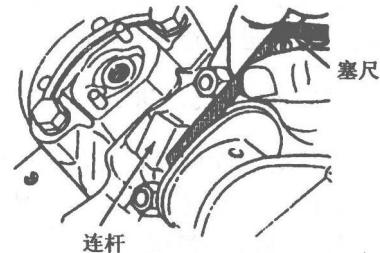

图 2-9 连杆侧隙检查
(7) 连杆侧隙检查。检查连杆侧隙时，将连杆尽可能地靠到曲轴一侧，用塞尺测量连杆侧面和曲轴之间的间隙，如图 2-9，侧隙必须符合规定（标准值为  $0.18 \sim 0.43mm$ ）。如果侧隙过小，应检查轴承安装是否适当、轴承盖是否用错。如果侧隙过大，表明曲轴过度磨损，必须更换或修理曲轴。